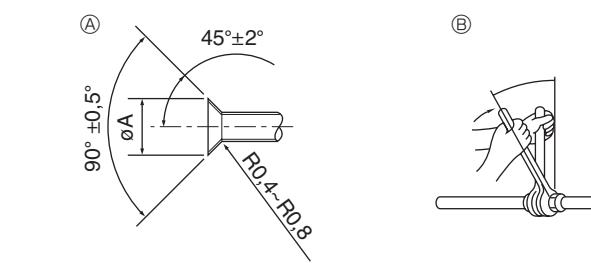

Fig. 4-1
- Kom et tynd lag køleolie på rør og samlingsoverflade, før stramning af brystmøtrikken. ④ (Fig. 4-1)
- Anvend to skruenøgler til at spænde rørforbindelserne. ⑤ (Fig. 4-1)
- Påfør kølemaskineolie på hele opkravningssædets overflade. ⑥ (Fig. 4-1)
- Brug koniske møtrikker til følgende rørstørrelse. ⑦ (Fig. 4-1)
Ⓐ (Fig. 4-1)
Ⓑ (Fig. 4-1)